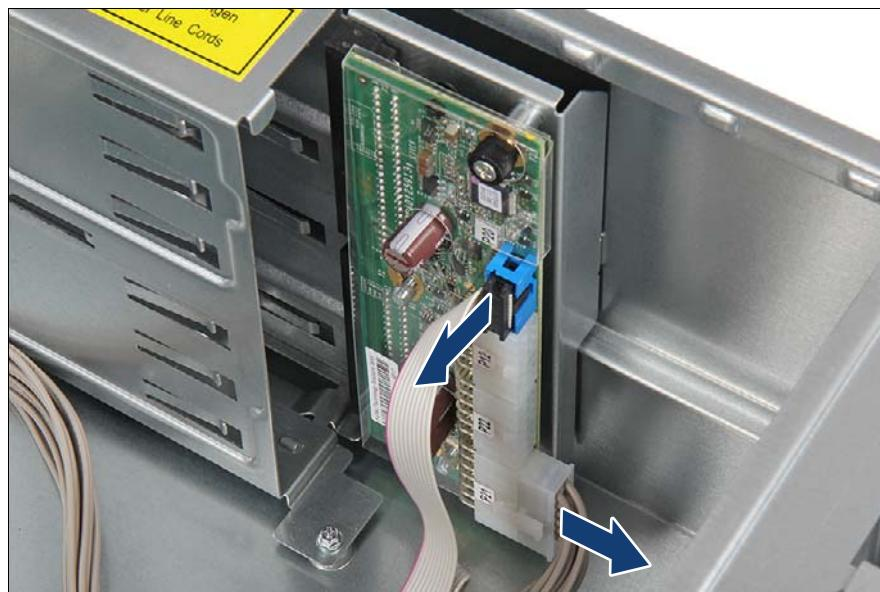

図 68: 電源ケーブルの取り外し
- ▶ 信号ケーブルと電源ケーブルを配電ボードに接続します（図 68 を参照）。